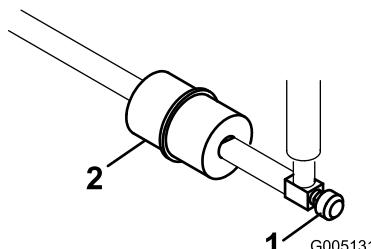

図 52
燃料フィルタはインライン・タイプで、燃料タンクとキャブレタの間に設置してあります (図 52)。800 時間ごと、又は燃料の流れが悪くなれば交換してください。フィルタに付いている矢印をエンジンの方に向けて取り付けてください。
1. 燃料バルブを閉じ、フィルタのキャブレタ側についているホース・クランプをゆるめ、燃料ラインからフィルタを外す(図 52)。
2. フィルタの下に容器を置き、もう一方のクランプも外してフィルタを取り出す (図 52)。